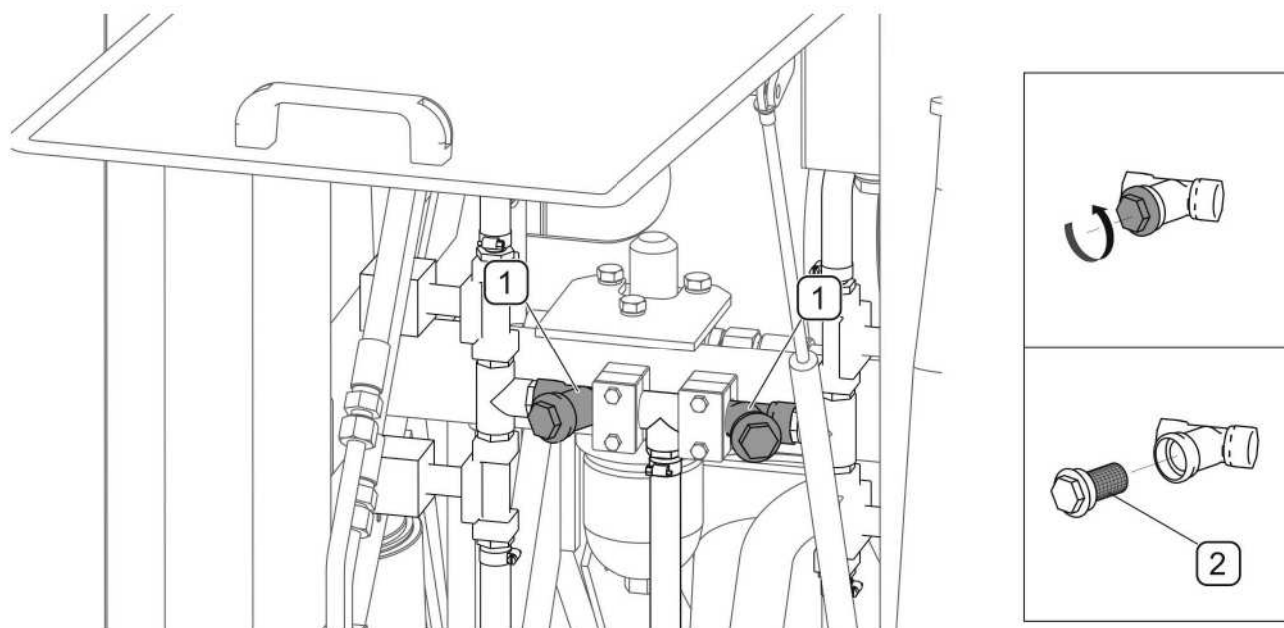

РИСУНОК 5.23А Очистка водяных фильтров
В системе полива имеются два водяных фильтра (РИСУНОК 5.23А), которые очищают воду от механических загрязнений. Для того, чтобы очистить фильтры (1), нужно отвинтить пробку и извлечь сетчатый вкладыш (2), а затем промыть его под струей воды или продуть сжатым воздухом. Вложите вкладыш на место, завинтите пробку и проверьте ее герметичность.